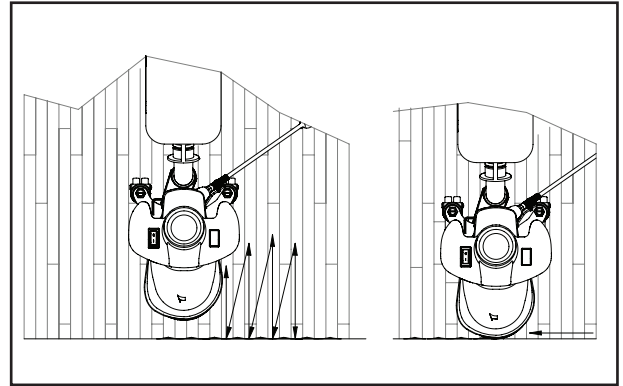

Figure 7.1
5. Abaissez le disque de ponçage sur la surface et commencez à poncer. Ne pas appuyer sur la poignée lors du ponçage. Procéder ainsi entraînera la formation d'éraflures et un fini inégal. Selon la technique et les résultats désirés, utilisez une ou la combinaison des deux méthodes illustrées aux figures 7.1 et 7.2.